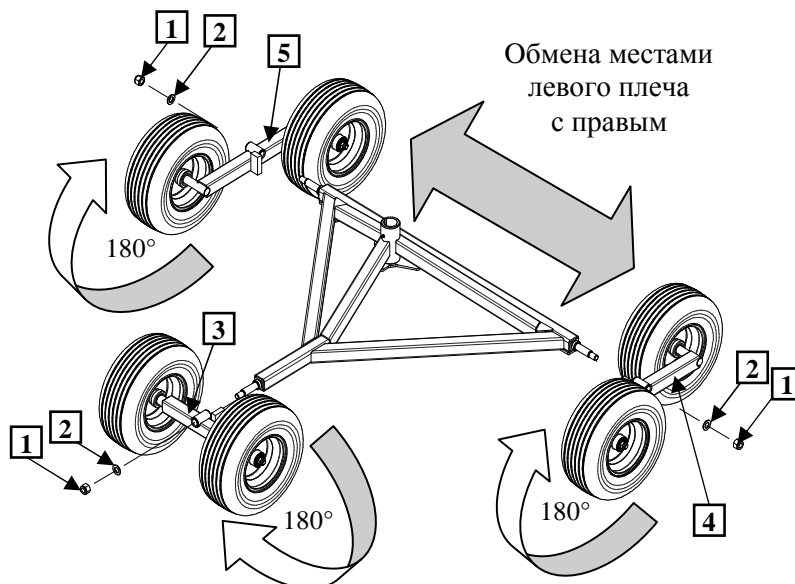

Рис. 16. Увеличение высоты сгребания при помощи ходовой тележки Z2-780
- На торфяных лугах существует возможность увеличить расстояние между сгребающими пальцами и землей за счет переустановки плечей колес ходовой тележки. В граблях Z2-780 нужно открутить гайку (1) и снять подкладку (2), плечо переднее (3) выдвинуть и повернуть о 180°. Плечи левые (4) правые (5) повернуть о 180° и заменить местами (Рис. 16),